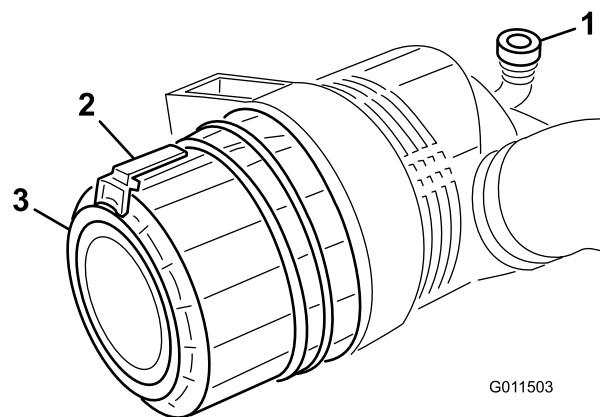

Figure 75
2. Tirez le verrou vers l'extérieur et tournez le couvercle du filtre à air dans le sens antihoraire (Figure 75).